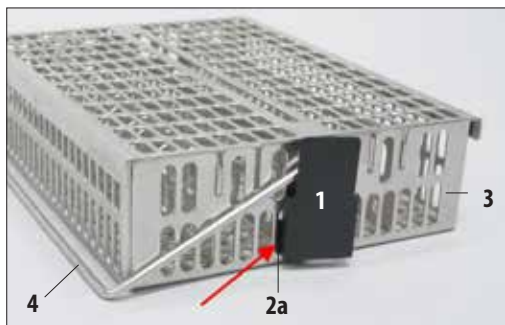

图9
- 将防反射夹(1)的左侧吊耳(2a)插入下部椭圆形开口的第七个孔(左起)中(图9)。